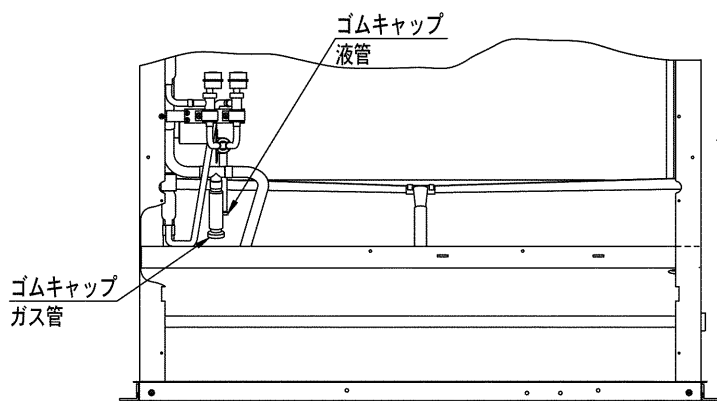

図4
- (3) 図4 に示すガス管接続部および液管接続部のゴムキャップを除外し、配管内に封入されている窒素ガスを抜いてください。